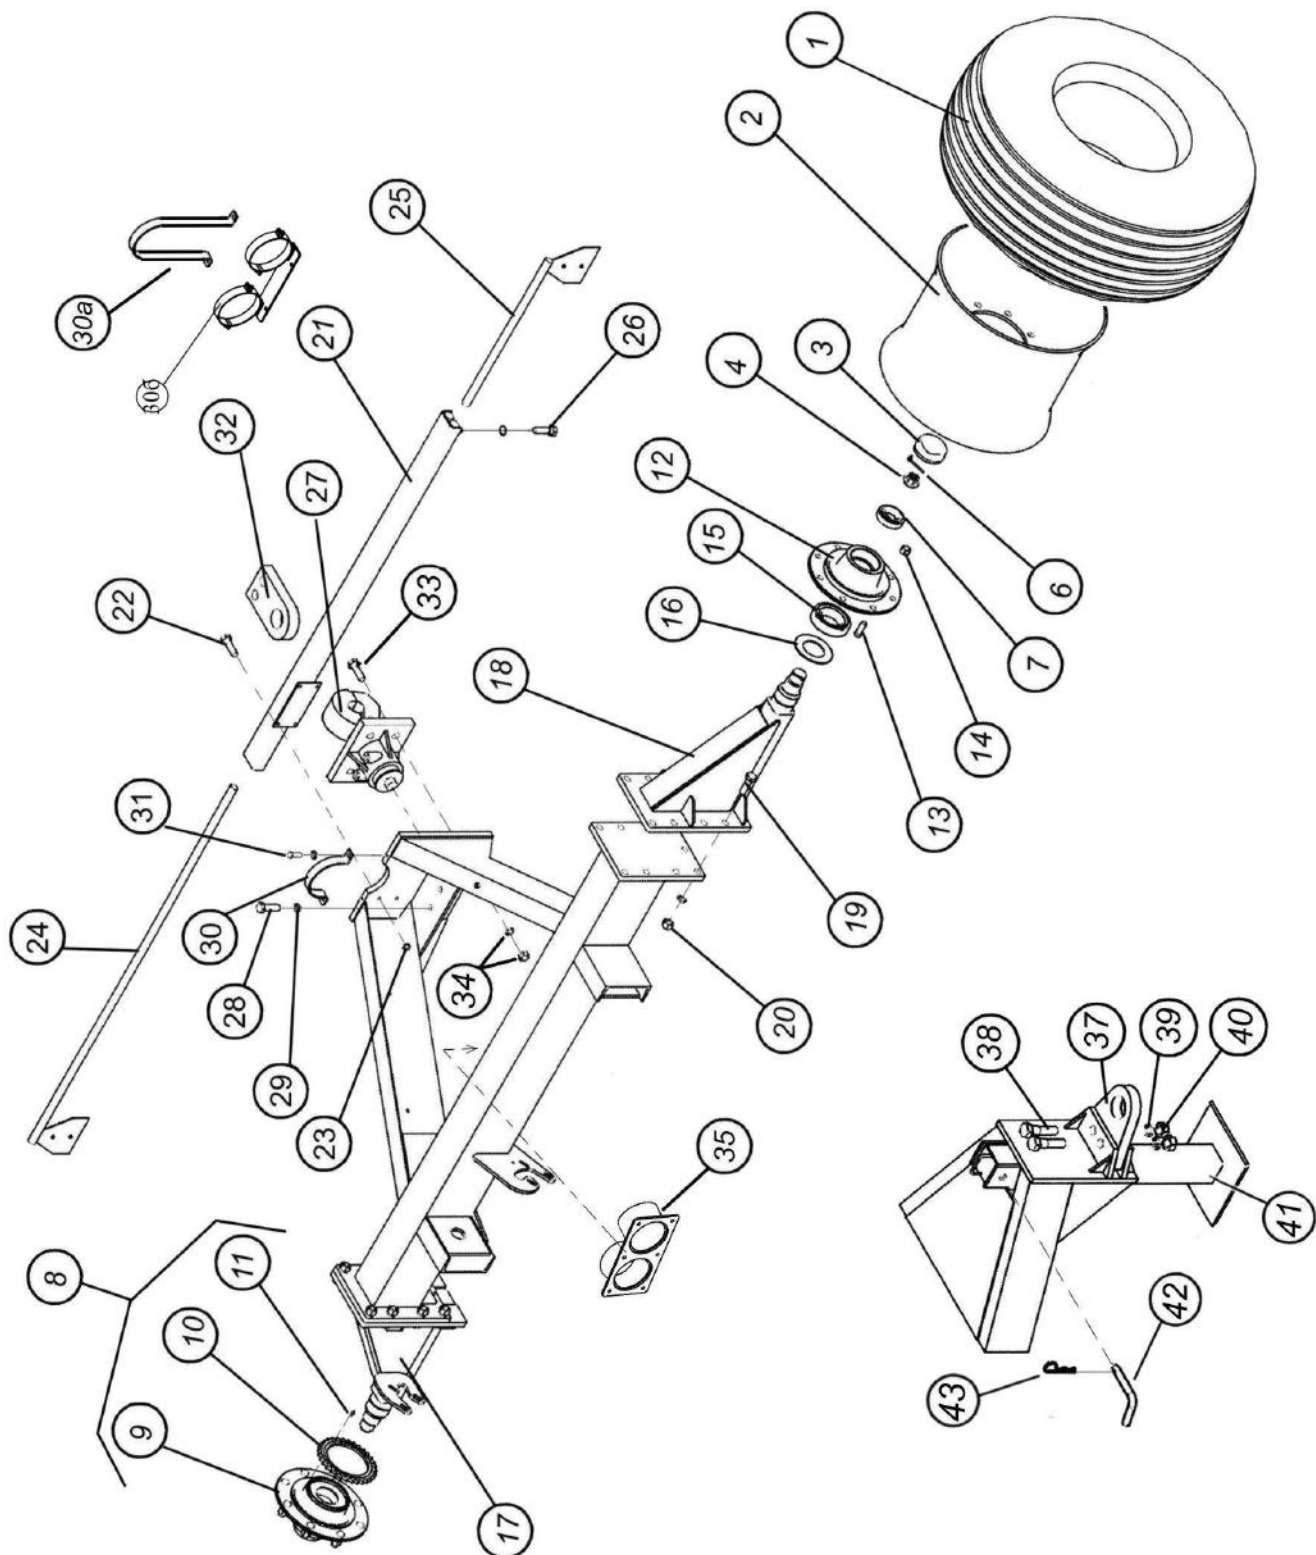

Рис. 7.2.19.1. Ось одноосного бункера V=6.5м³
7.2.19.2. Ось одноосного бункера V=10м³ (рис. 7.2.19.2)